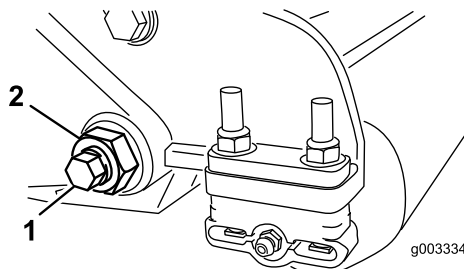

Рисунок 25
3. С каждой стороны машины ослабьте контргайку, крепящую болт планки неподвижного ножа (Рисунок 25).
4. Удалите все болты планки неподвижного ножа, потяните планку вниз и отсоедините ее от машинного болта (Рисунок 25).